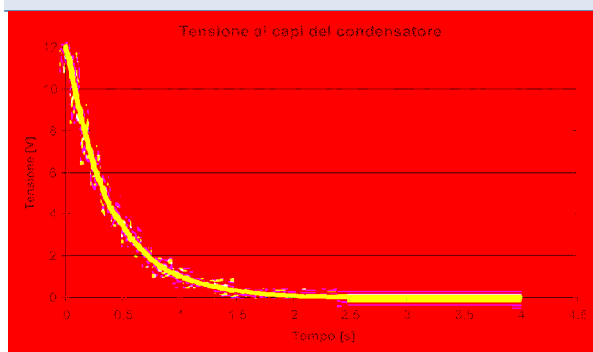
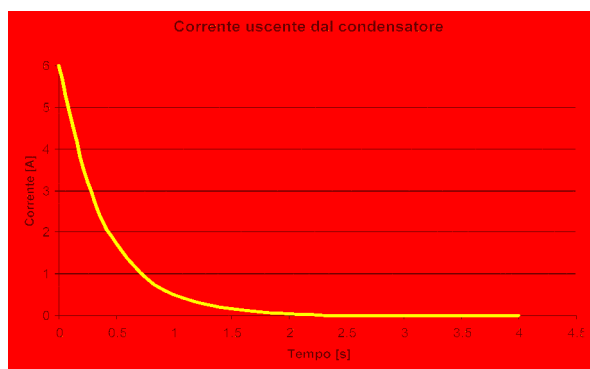

Figura 21 Grafico della tensione ai capi del condensatore durante la scarica
Figura 22 Grafico della corrente uscente dall'armatura positiva durante la scarica
Da questo punto in poi la tensione ai capi del condensatore decresce esponenzialmente a zero (figura 21), a partire dal suo valore iniziale (E); la corrente i_c decresce esponenzialmente a zero (figura 22) a partire da un valore iniziale che dipende dal resistore presente nel circuito e che vale $v_c(0)/R$. Il valore $v_c(0)$ è il valore di tensione ai capi del condensatore dal quale parte la scarica, nel nostro caso è E . Ci sono due formule che descrivono quanto detto: